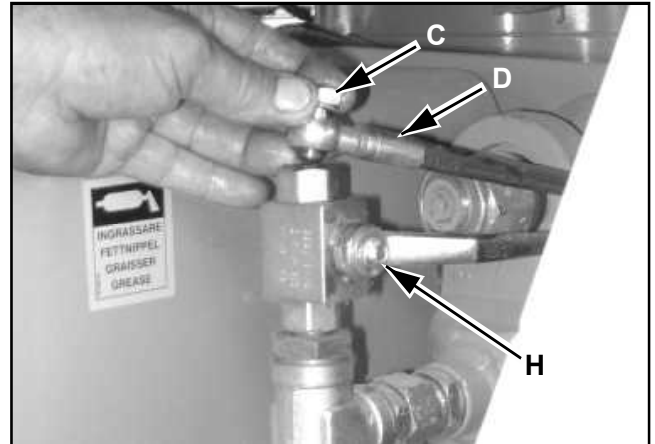

FIG. 22
3. Sluit de buis "D" op de kraan "G" (Fig. 22) aan met de holle schroef "C"; doe hetzelfde bij de andere achterophanging; sluit de voorste buis "D" (Fig. 20/A) aan op het aansluitstuk "E" (Fig. 20/A) met de holle schroef "C".
4. Verwijder de schroef en het veiligheidsringetje "H" van de achterste kraan "G" (Fig. 22) en open deze; de spanning wordt van de ophangingen genomen en de machine gaat omlaag.
8. Als laatste moeten de twee achterste kranen "G" (Fig. 22) en de voorste kraan "B1" (Fig. 20/A) worden gesloten.
Als de afstelling correct is, breng dan de schroef en de veiligheidsring "H" op de kranen "B1" (Fig. 20/A) en de achterste kranen "G" (Fig. 22) aan (is de afstelling onjuist, herhaal dan de stappen zoals beschreven bij de punten 4-5-6-7-8).
10. Draai de holle schroeven "C" uit de achterste kranen "G" (Fig. 22) en het aansluitstuk "E" (Fig. 20/A) en breng ze weer met de buizen "D" op de dichtgemaakte kolommen "F" aan.